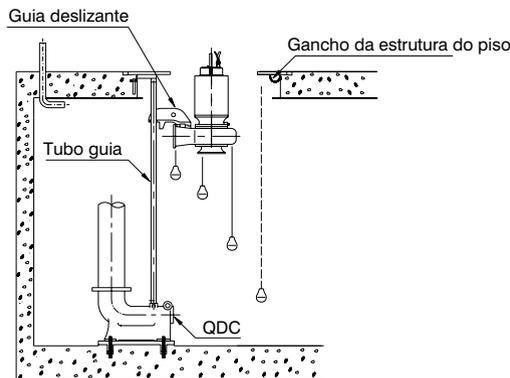

Fig. 12
3.7. Instalação da Bomba (Fig. 12)